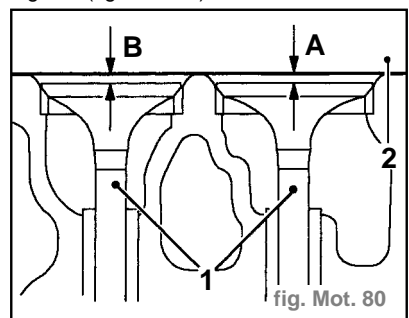

fig. Mot. 80
- Insérer chaque soupape (1) dans son guide (fig. Mot. 80).